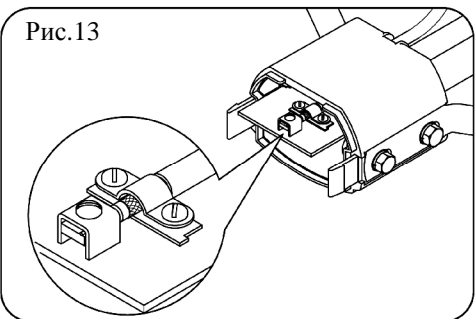

Рис.13
5.15. Вставить подготовленный конец кабеля в центральное отверстие корпуса большой монтажной коробки и зафиксировать на плате (рис.13).